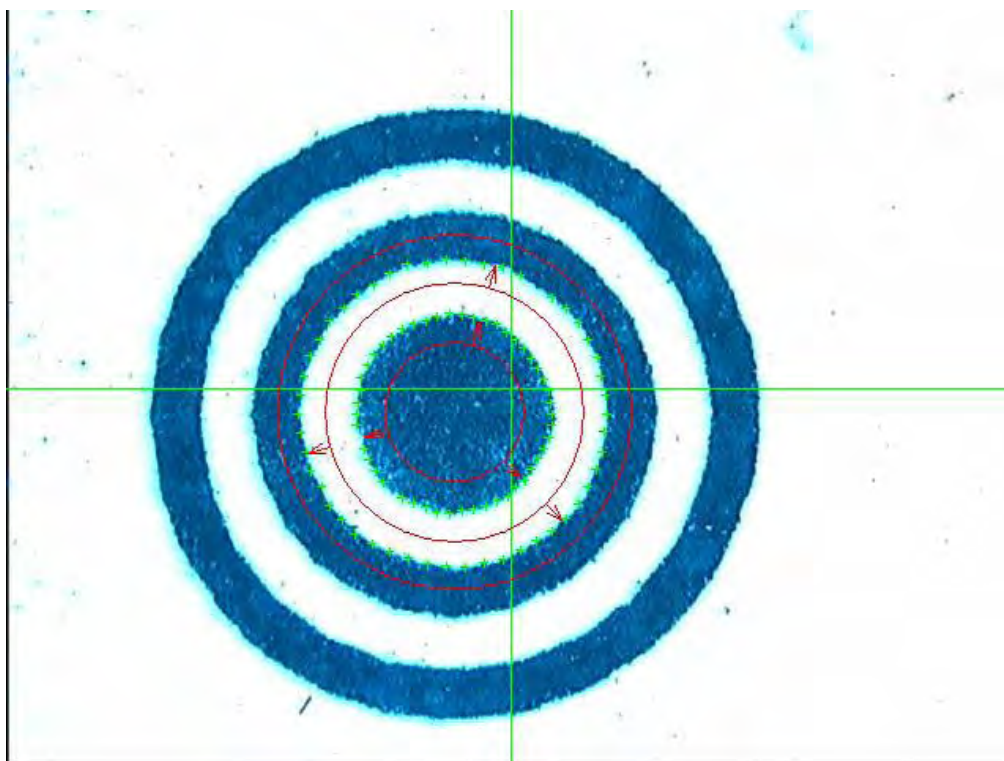

Figure 3-12
- II. Cliquer sur la zone d'image avec le bouton gauche de la souris, lorsque le curseur se trouve à proximité du centre du joint torique souhaité, puis déplacer le curseur à l'extérieur du joint torique. Deux anneaux concentriques apparaissent comme sur la Figure 3-12. Il est possible de modifier la taille des anneaux concentriques en tirant sur leurs bords.
- II. Lorsque le curseur est à une extrémité de la fente souhaitée, cliquer avec le bouton gauche de la souris et le maintenir enfoncé en décrivant un arc de cercle le long de cette extrémité. Puis, cliquer à nouveau. Déplacer ensuite le curseur jusqu'à l'autre extrémité de la fente et cliquer. Un cadre concentrique apparaît autour de la fente comme sur la Figure 3-12. Il est possible de modifier sa taille en tirant sur la ligne extérieure.